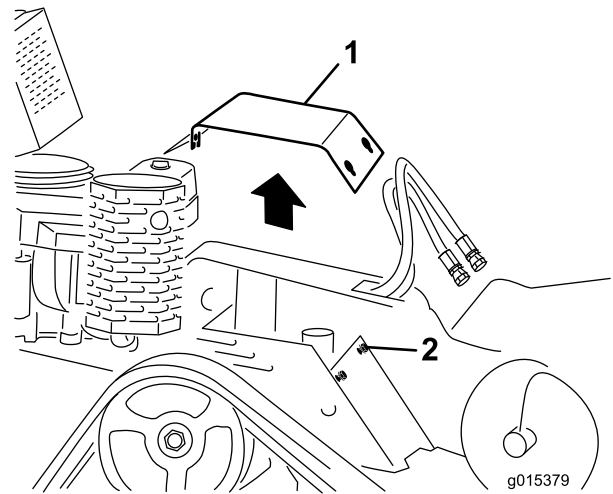

Bild 26
3. Lösen Sie die drei Schrauben, mit denen die Abdeckplatte am Rahmen befestigt ist, bis die Abdeckung nicht mehr befestigt ist (Bild 26).
2. Schieben Sie die Abdeckplatte in die richtige Stellung und befestigen sie mit den drei vorher gelösten Schrauben (Bild 26).